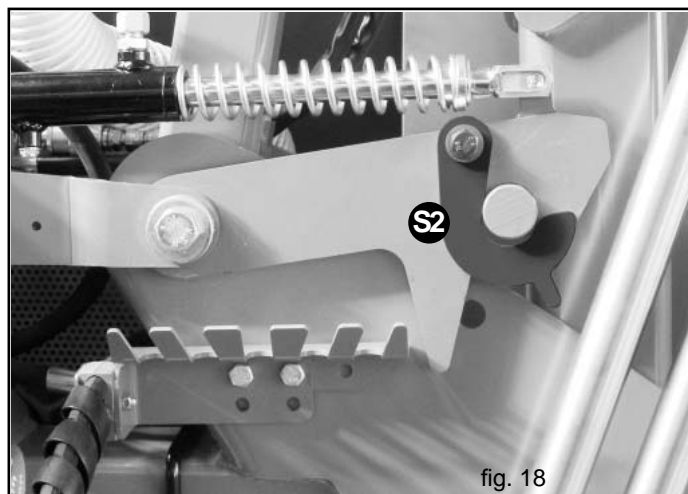

fig. 18
- 4) Per completare la messa in sicurezza della macchina occorre scendere dal trattore, ruotare gli agganci di blocco fino a contatto con i perni di sicurezza (S2, Fig. 18).
Durante la fase di sollevamento della seminatrice, i cilindri a doppio stadio (Fig. 18) permettono di allineare i tre telai che compongono la seminatrice stessa, in modo da rendere più agevole la manovra a fine campo.